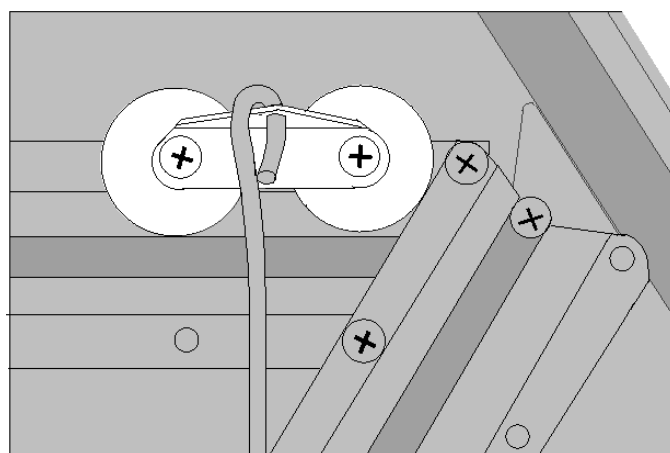

Рис.18 Установка крючка
7.1. На средней поперечине торца № 7 сверху покрытия установите уголок № 16, подложив под уголок в местах крепления шайбы. В уголок установите крючок № 21 (см. Рис.18).